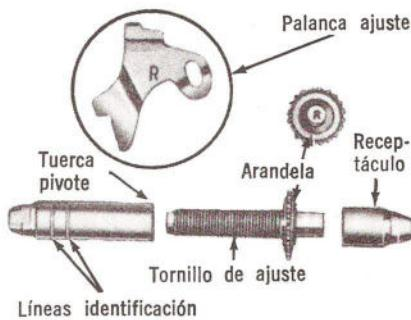

Fig. 9—Identificación de Tornillo de Ajuste y Palanca.
Si se instalan los tornillos de ajuste en el lado contrario a donde corresponden, esto ocasionará que las zapatas se retraigan en vez de expandirse cuando funciona el mecanismo de ajuste automático. Para evitar la instalación de los tornillos en el lado contrario al que corresponden, la parte del tornillo que penetra en el receptáculo tiene estampada una "R" (Derecho) o una "L" (Izquierdo), Fig. 9. Las tuercas de pivoteo se pueden distinguir por el número de rayas hechas con máqui-
9. Enganche el gancho del cable en el agujero que hay en la palanca. Las palancas de ajuste están marcadas "R" (derecha) o "L" (izquierda) para indicar en cuál lado deben instalarse (Fig. 9).